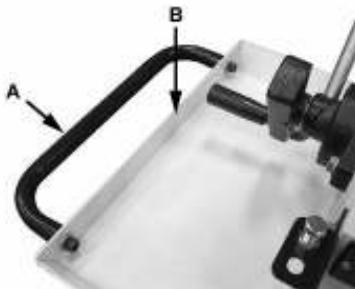

Рис.5
Зафиксируйте ручку (A, Рис. 5) на поддоне для стружки (B), используя 2 внутренних шестигранных винта и шайбы.